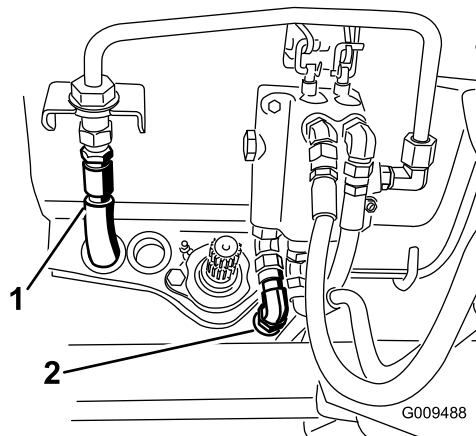

Figura 28
14. Conecte la manguera de presión hidráulica al tubo rígido de la válvula y conecte la manguera del depósito a la válvula (Figura 28). Guarde los tapones de las mangueras para la reconversión de verano.